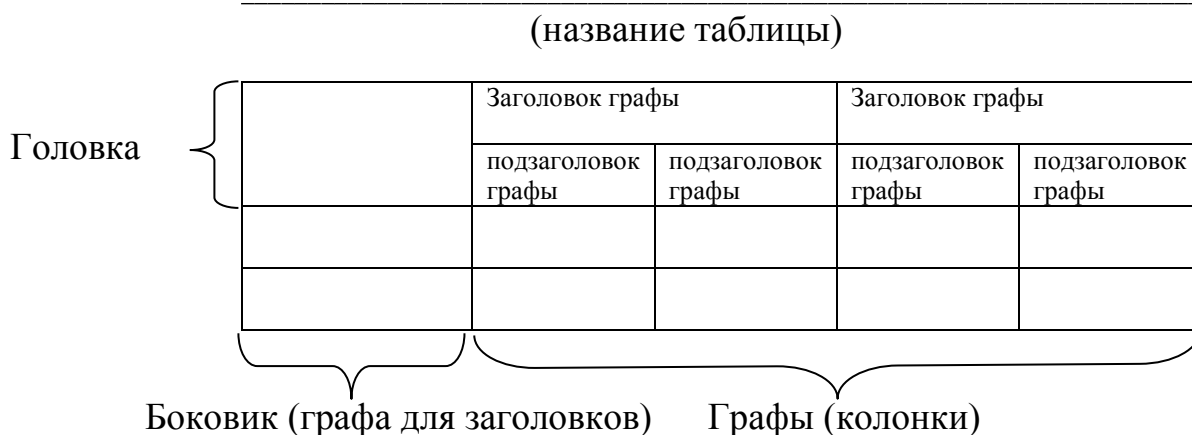

Рисунок 2.1
2.4.4.4 На все иллюстрации должны быть приведены ссылки в тексте документа, при ссылке следует писать "... в соответствии с рисунком 3.2". Допускается в конце предложения поставить точку и в скобках с заглавной буквы записать "(Рисунок 2.1)", либо не ставить точку в конце предложения, в скобках записать строчными буквами "(рисунок 2.1)", а затем поставить точку.